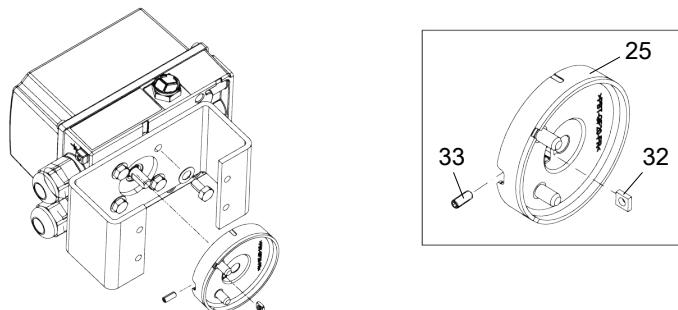

Abb. 15: Kupplungsrad
4. Abb. 15: Mitnehmer (26) auf Wellenstummel des Antriebes aufsetzen und mit Zylinderschraube (30) und Scheibe (3) festschrauben.